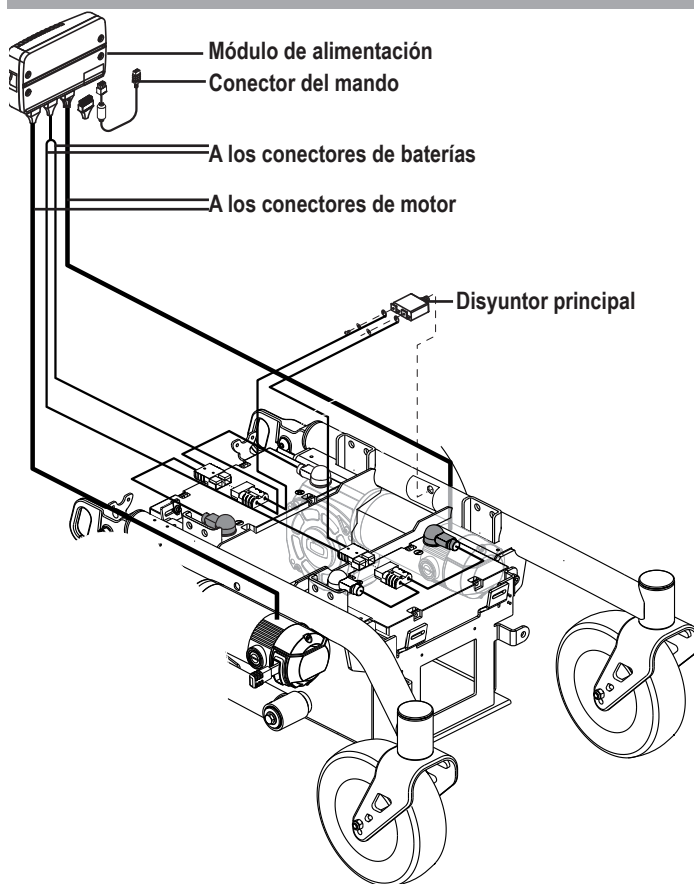

Figura 1. Componentes eléctricos
Su silla eléctrica está formada por dos piezas principales: el asiento y la base eléctrica. Generalmente, el asiento incluye los reposabrazos, el respaldo y la base de asiento. La base eléctrica incluye los dos motores y los frenos, dos ruedas motrices, dos ruedas orientables, dos ruedas antivuelco, dos baterías y los componentes eléctricos. **Ver Clave de identificación (páginas 4-5) y figura 1.**
Ver figura 1.
5. Enchufe los conectores del mando a la base eléctrica. **Ver figura 1.**